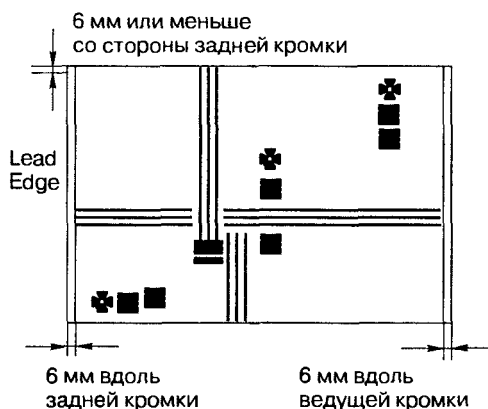

Рис. 9.88
2. Проверьте степень стирания (рис. 9.88):